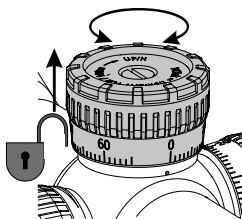

図2
ライフルスコープの照準線を調整することにより、弾道降下が距離に応じて補正されます。**意図せぬ調整を防止するために ASV はノブが引き上げられた場合のみ回転可能となっています (図 2)。**ASV の調整ノブ (1) は、ニュートラルリングが付けられた状態で発送されます。目盛線同士の間隔は 1 クリックに相当し、100 m に対して 1 cm となっています。10 目盛線ごとに数字が表記されています (ASV+: 0-60、ASV-LR: 0-90、ASV-ALR: 0-130)。